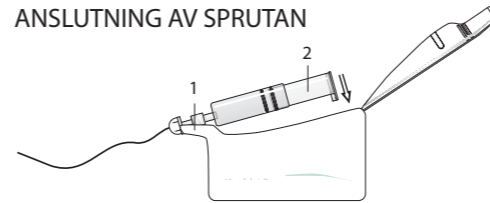

Fig. 3. Sprutans placering i pumpen.
4. Placera sprutan i pumpen med frambdelen först (1). Låt sprutan falla på plats så att pistong med gänginfattning (2) hamnar på drivskruven (se Fig. 3).